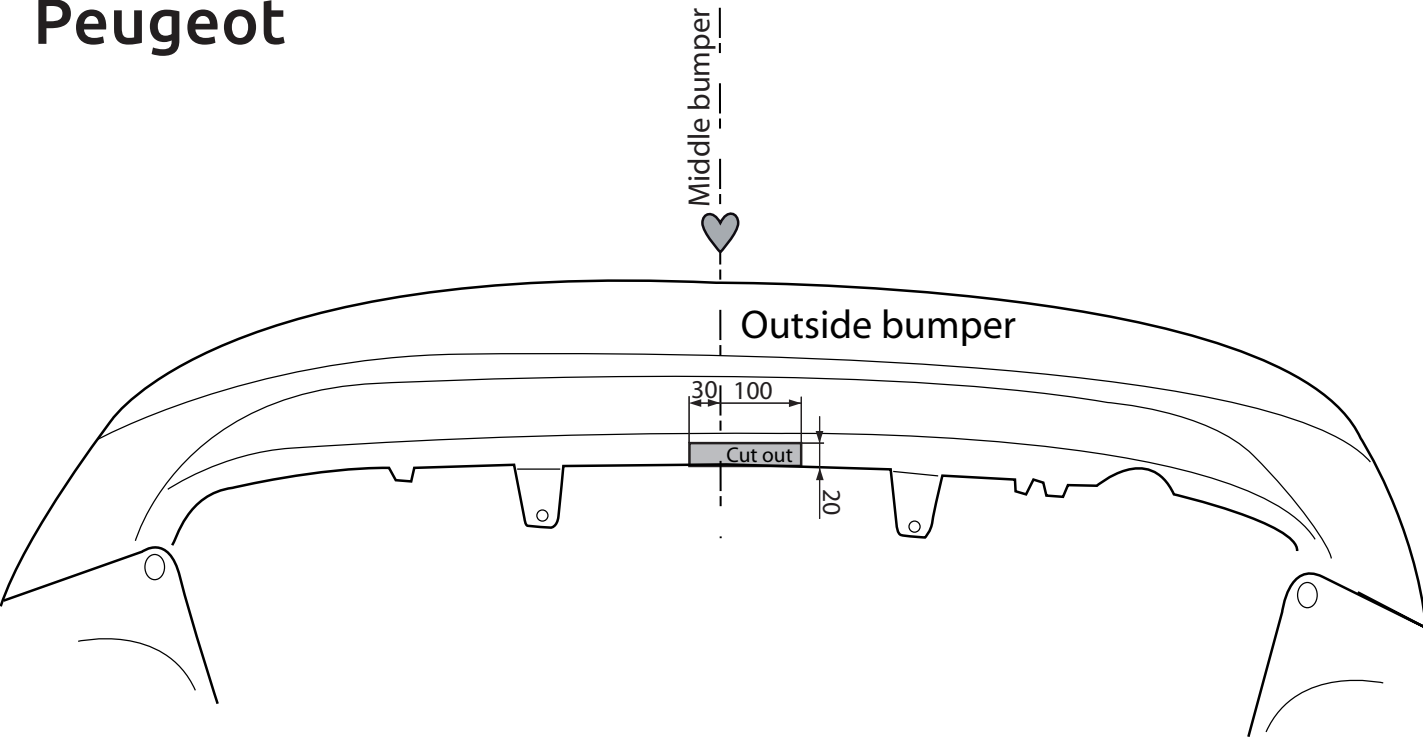

Fig. 3
7. **Для автомобилей Peugeot:** Выпилить часть из бампера в середине снизу, как указано на рис. 3.